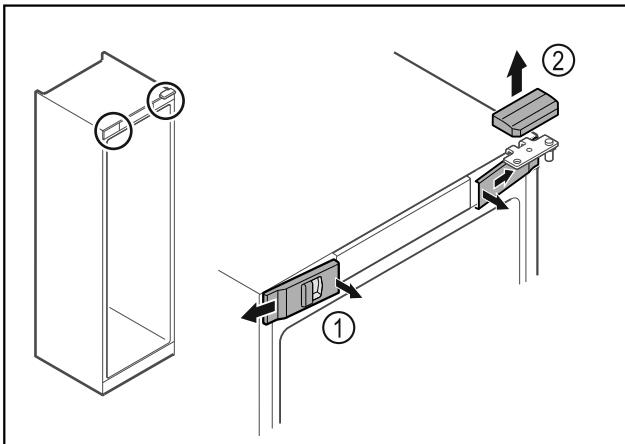

Fig. 17
- Звільніть передні кришки Fig. 17 (1) всередині від фіксатора та поверніть убік.
- Зніміть верхню кришку Fig. 17 (2) вгору.